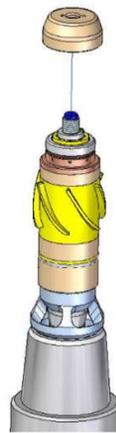

Рисунок 10.3.13
24. Установить обтекатель, контролируя попадание шпонки обтекателя в генератор (рисунок 10.3.13).